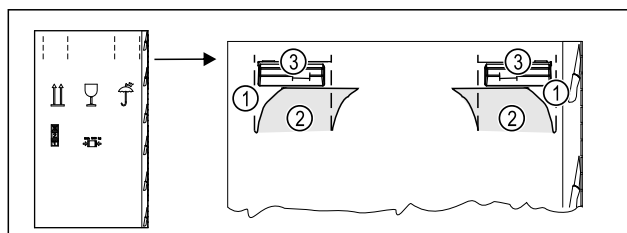

Fig. 5
- ▶ Fent, a perforálásnál Fig. 5 (1) nyomja be a csomagoló kartont.
- ▶ Húzza ki a benyomott fűleket Fig. 5 (2).
- ▶ A jobb és a bal oldalon látható a hordfogantyú Fig. 5 (3).
- ▶ Tartsa meg a készüléket a hordfogantyúknál Fig. 5 (3).